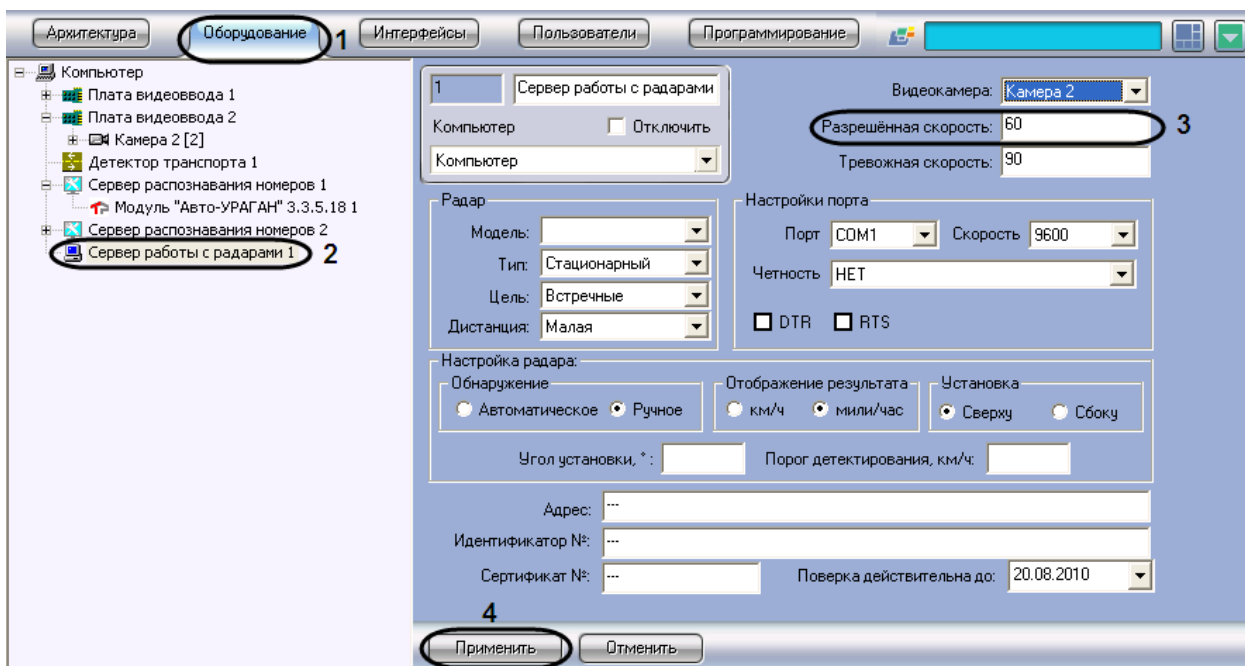

Рис. 7.3—4. Задание разрешенной скорости движения транспортных средств
2. В дереве объектов на вкладке «Оборудование» выбрать объект «Сервер работы с радарными», соответствующий настраиваемому программному модулю «Радар» (Рис. 7.3—4, 2). В правой части вкладки «Оборудование» отобразится панель настройки выбранного объекта.
3. В поле «Разрешенная скорость» ввести разрешенную скорость движения транспортных средств, которую требуется отображать в отчете о распознанном номере (см. Рис. 7.3—4, 3). Параметр выражается в км/ч.
4. Нажать кнопку «Применить» (см. Рис. 7.3—4, 4).